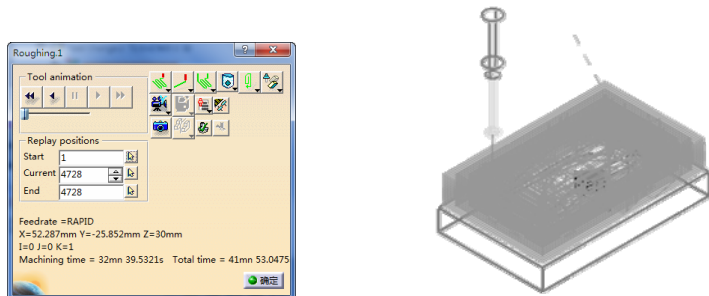
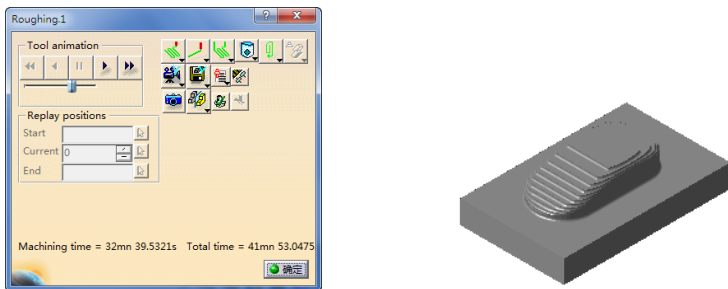

图 3-30 刀具路径轨迹（1）
图 3-31 实体切削仿真（1）
- 单击“Roughing.1”对话框中的 Tool Path Replay 按钮，弹出“Roughing.1”对话框，同时在图形区显示刀具路径轨迹（1），如图 3-30 所示。
- 单击图 3-30 所示对话框中的 View from last result 按钮，然后单击 Forward replay 按钮，显示实体切削仿真（1），如图 3-31 所示。